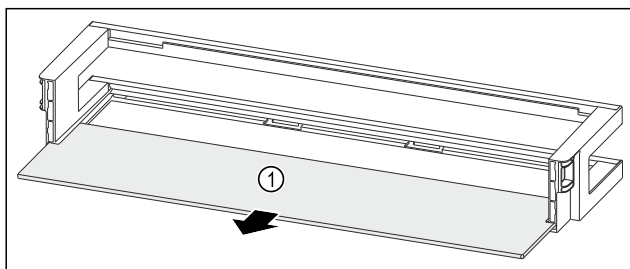

Fig. 116 Dörrfack med hylla
- Ta ut dörrfacket Fig. 116 (1).